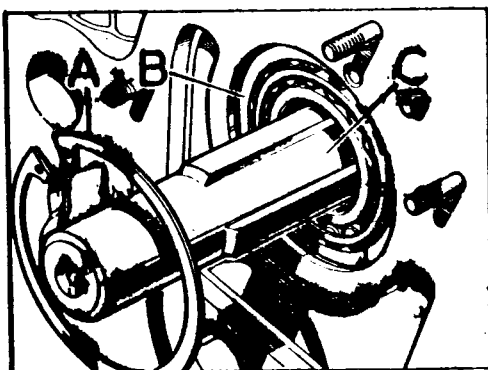

Fig. C-33 Arillo-fiador para el cojinete delantero
- 1.2. Extraer el arillo-retén, A (Fig. C-33) de la pista exterior del cojinete delantero.